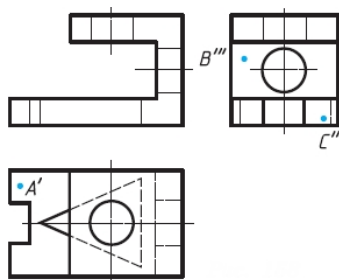

Рис. 17. Чертёж детали в проекциях
2. Пользуясь тремя видами детали (рис. 17), построить фронтальный разрез. Нанести на чертеже недостающие проекции точек: